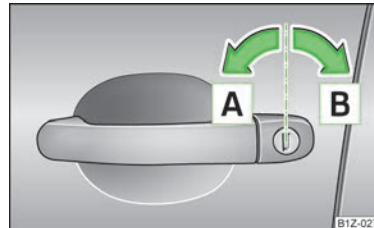

Fig. 11
- ▶ Rotiți cheia în butucul portierei șoferului în poziție de deschidere **A** » fig. 11.
- Rotiți cheia în încuietorea portierei șoferului în sens contrar sensului de deplasare (poziție de încuiere) **B** » fig. 11 la pagina 28.